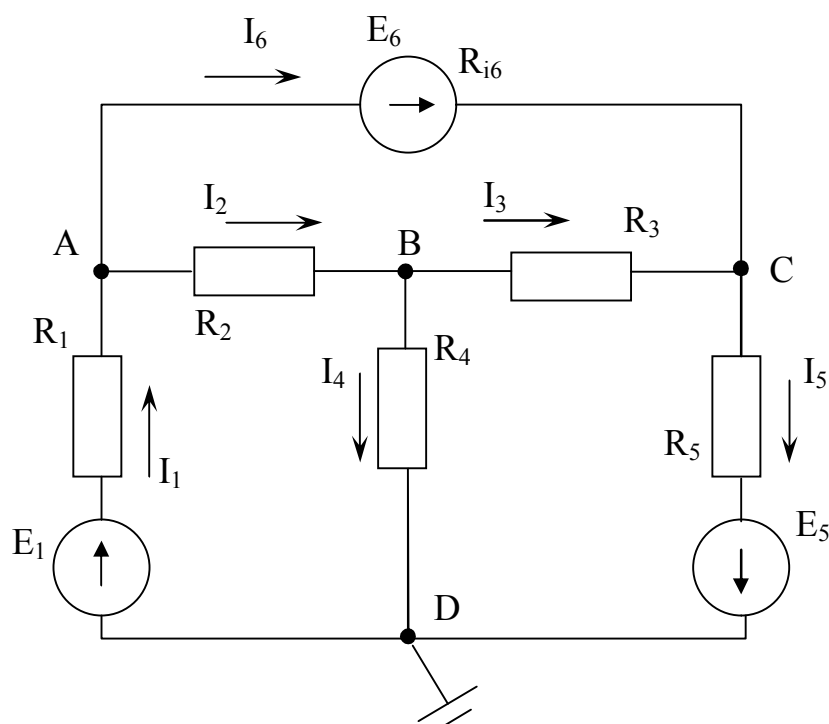

Рисунок 5.9 – Схема электрической цепи
**Пример 3.** Определить токи в ветвях электрической цепи (рис. 5.9), используя метод узловых потенциалов. Известны величины сопротивлений и ЭДС. Внутренним сопротивлением источников ЭДС  $E_1$  и  $E_5$  – пренебречь.
Произвольно выберем направление тока в каждой ветви цепи (рис. 5.9).
В схеме имеется четыре узла. Потенциал узла D схемы можно принять равным нулю. Примем для схемы  $\varphi_D = 0$  (рис. 5.9). Тогда останутся неизвестными три потенциала.